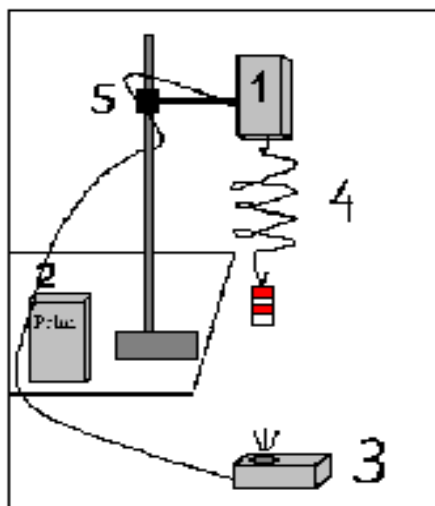

Рис. 2
- 2) Закрепите пружину с числом витков: N_1 на крючке датчика силы 1 (см. рис.2), закрепите на пружине тело массы m_0 ;